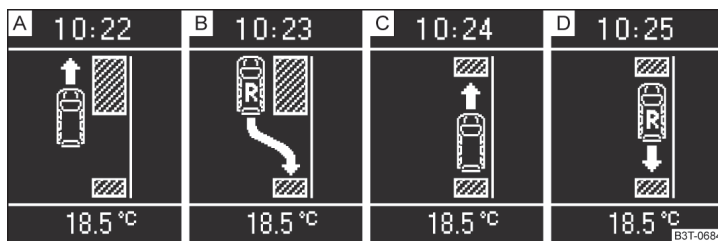

Fig. 150 Affichage sur le visuel
Lorsque le système a détecté une place de stationnement appropriée, celle-ci s'affiche sur le visuel » fig. 150 - **A**.
- Continuez d'avancer jusqu'à ce que l'instruction » fig. 150 - **B** s'affiche sur le visuel.
➤ Si la flèche vers l'avant » fig. 150 -  clignote sur le visuel, enclenchez le 1er rapport ou amenez le levier sélecteur sur la position **D**.
➤ Si la flèche vers l'arrière » fig. 150 -  clignote sur le visuel, enclenchez de nouveau la marche arrière ou amenez le levier sélecteur sur la position **R**.